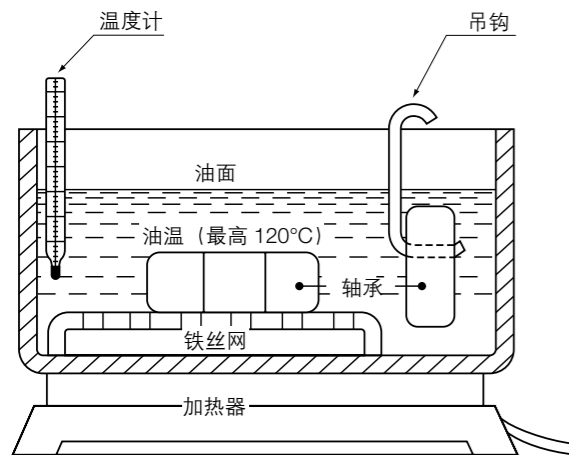

图 3.27 油浴加热
- 所用加热油槽的大小，以放入 2~5 套轴承可以完全浸没为宜；要按图 3.27 所示，在油槽内放置铁丝网或类似隔离物品，切勿使轴承直接接触槽底。另外，在油槽上架设跨梁，梁上悬挂吊钩，可使轴承取放轻而易举。